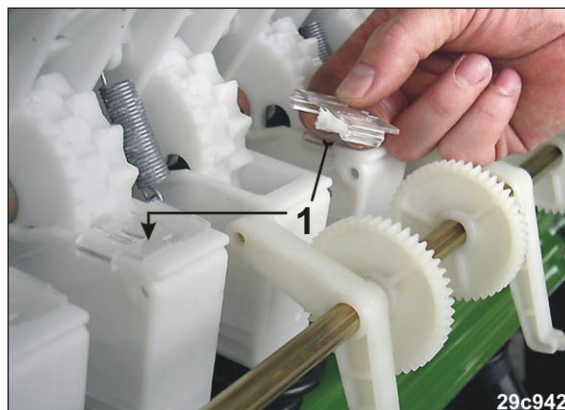

Fig. 125
4. Marcați noile discuri de distribuție pentru cărările tehnologice prin introducerea periilor pentru discuri de distribuție fine (Fig. 125/1) în noile carcase de distribuție pentru cărările tehnologice.